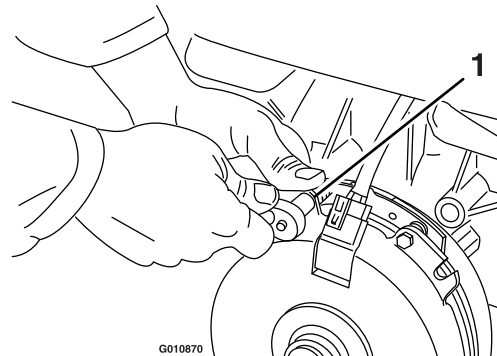

Figure 72
- A. Desserrez les boulons de fixation du frein d'un demi-tour à un tour complet, comme montré à la Figure 72.